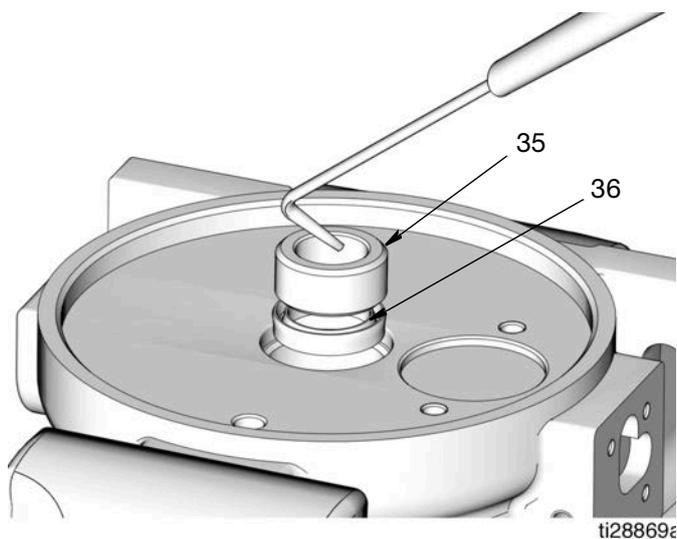

FIG. 26
22. Utilice un palillo o similar para sacar el casquillo (35) y la junta de sellado de la copa en U (36) (FIG. 26).